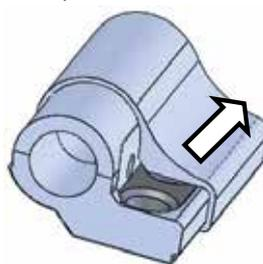

Рис. 10
5.2 Сдвинуть крышку в сторону (Рис. 10).